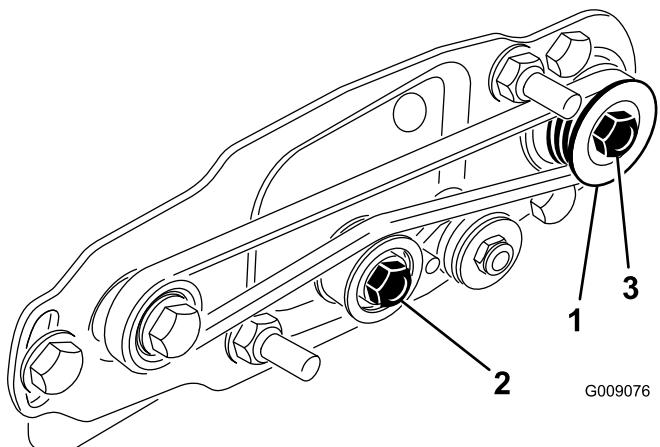
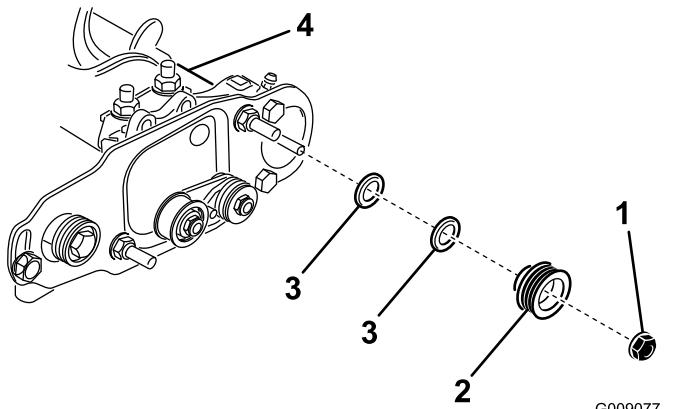

Рисунок 39
Рисунок 40
1. Ведомый шкив (на валу щетки катка) можно переместить внутрь или наружу (Рисунок 39).
- Вращая барабан, который будет вращать ведущий шкив, снимите с помощью рычага ремень с ведущего шкива (Рисунок 39).
- Отверните контргайку крепления ведомого шкива к валу щетки (Рисунок 39 или Рисунок 40).
- Снимите ведомый шкив с вала (Рисунок 40).
- Если необходимо сместить шкив наружу, добавьте одну проставку толщиной 0,8 мм (Рисунок 40). Если необходимо сместить шкив внутрь, удалите одну установленную ранее проставку толщиной 0,8 мм.